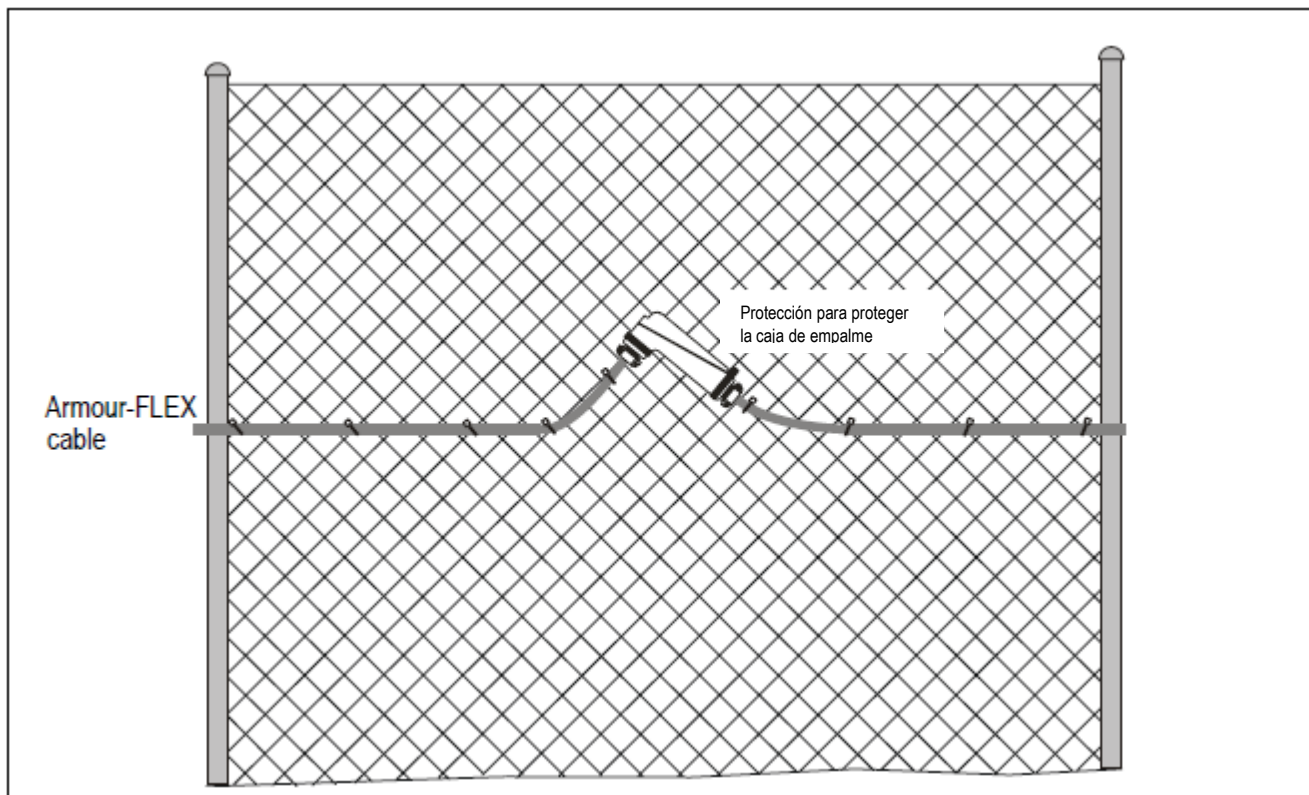

Imagen 45: Montaje del empalme del cable Armour-FLEX
- El cable Armour-FLEX viene en longitudes de 150 m (328 pies). Puedes empalmar dos secciones de Armour-FLEX juntos para crear un cable de 300 m (985 pies) (consulte la Imagen 45:).